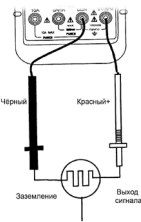

Рис. 3
- Черный щуп подключите к заземлению, красный – к сигнальному проводу исследуемого датчика (рис. 3).